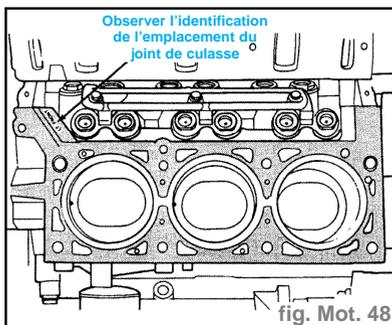

fig. Mot. 48
- Poser des joints plats neufs sur le bloc-cylindres (fig. Mot. 48).